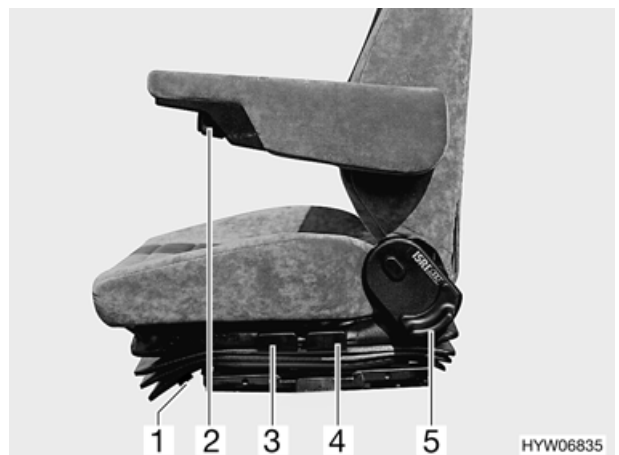

Bild 5 Fahrersitz/Beifahrersitz
- Griff (Bild 5,3) ziehen. Der Sitz wird vorne angehoben.
- Griff (Bild 5,4) ziehen. Der Sitz wird hinten angehoben.
- Griff (Bild 5,1) ziehen. Der Sitz kann nach vorne oder hinten verschoben werden.
- Griff (Bild 5,5) ziehen. Die Rückenlehne lässt sich in ihrer Neigung verstellen.
- Griff (Bild 5,2) nach links oder rechts drehen.